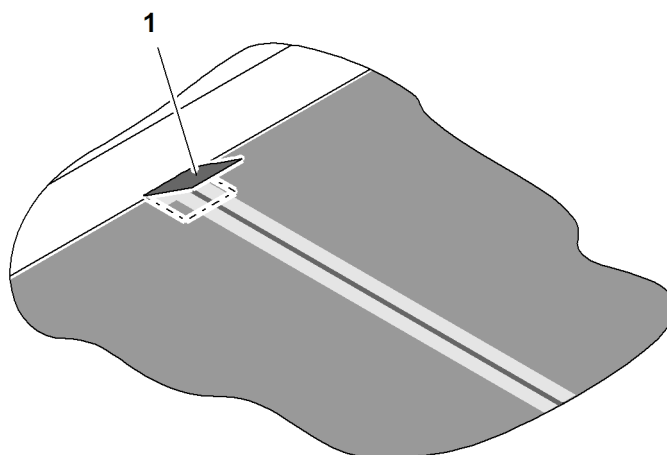

Fig. 7-23 Reforzar los cantos
- ⇒ Reforzar los cantos a la izquierda y a la derecha con cinta adhesiva de tejido (Fig. 7-23, pos. 1) para evitar roturas de la cinta transportadora